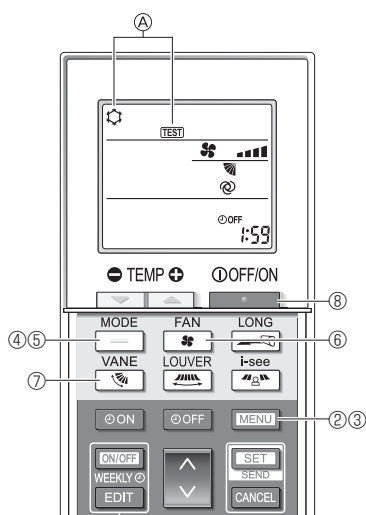

Fig. 7-5
- ① Slå på strømmen til enheten i minst 12 timer før testkjøringen.
- ② Trykk på [MENU]-knappen i 5 sekunder. (Fig. 7-5)
Ⓐ [TEST] og gjeldende driftsmodus vises. (Fig. 7-5)